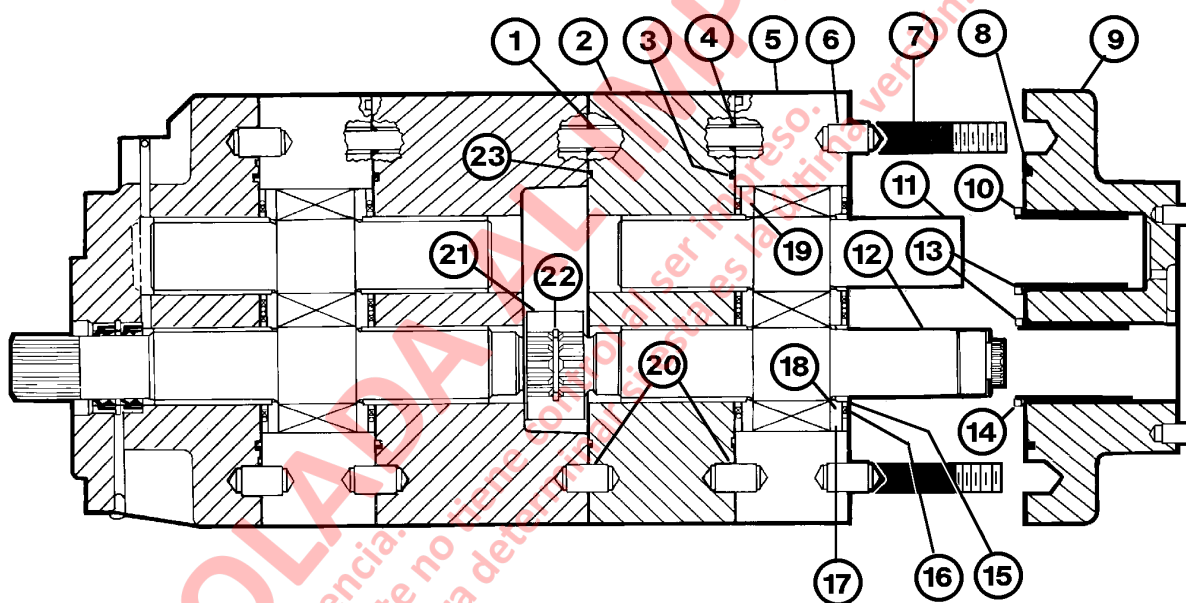

FIGURA 3-5. CONJUNTO DE LA BOMBA DE ELEVACIÓN (sección trasera)
5. Desmonte la placa conectora (9, Figura 3-5), el O-ring (8) y los anillos de acero (10) y (14). Luego retire las espigas (6) si están dañadas o si debe reemplazar la placa conectora.
8. Desmonte la placa de apoyo (2, Figura 3-5), el O-ring (23) y los O-rings (1) del espárrago. También desmonte las espigas (20) si están dañadas o si debe reemplazar la placa de apoyo.
9. Desmonte el acople (21) y el anillo de fijación (22) si está dañado o si debe reemplazarlo.